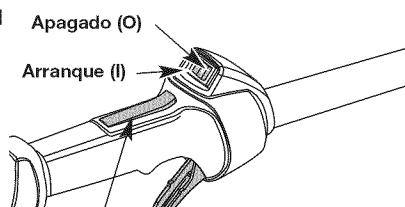

Fig. 10
**NOTA:** No hay necesidad de encender la unidad. El Control de Parada Arranque y Apagado está en la posición Arranque (I), en todo momento (Fig. 10).
- Oprima y mantenga oprimido el control de encendido y apagado en la posición de **APAGADO (O)** hasta que el motor se detenga por completo (Fig. 10).